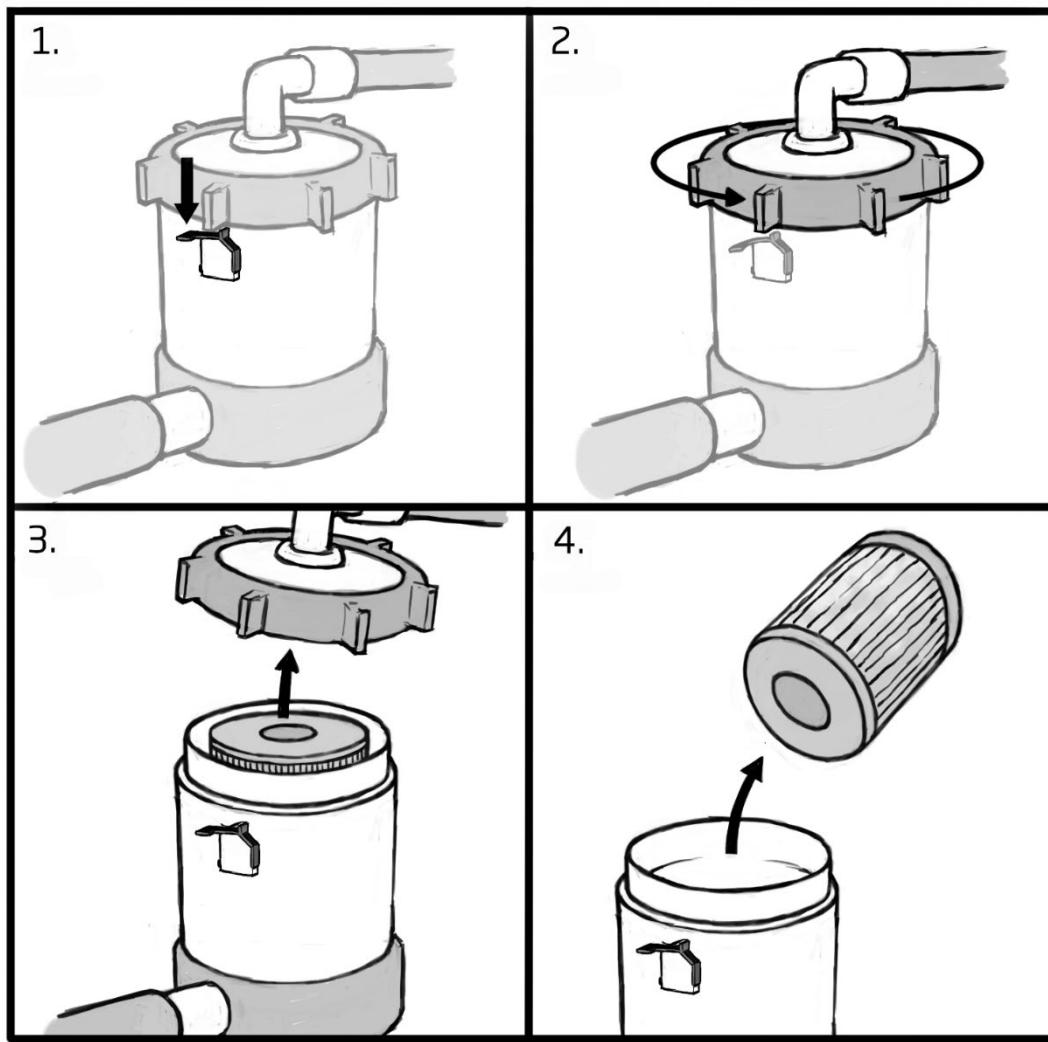

Bild 6
5. Lossa låsringen (1-2, bild 6) genom att först varsamt trycka ned den svarta låsklämmen och sedan skruva låsringen moturs, kan sitta hårt fast.
6. Lyft av locket (3./bild 6).
7. Avlägsna filterpatronen och rengör filterhusets insida vid behov (4./bild 6).